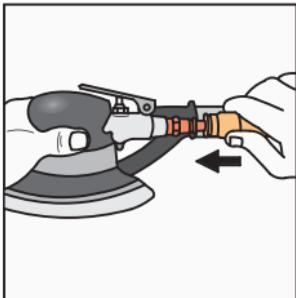

Рисунок 5. Подключение пневмосистемы.
- Снимите защитный колпачок с воздухоприёмника и подсоедините его к пневмосистеме с давлением 6,5 бар (рис. 5).